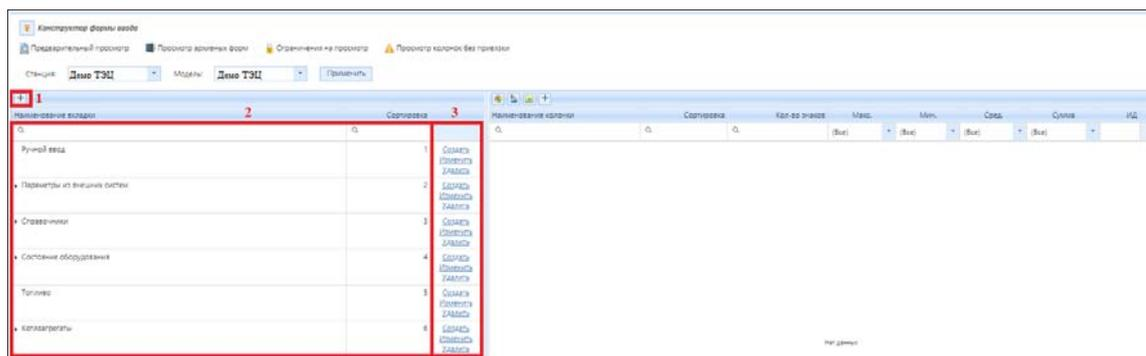

Рисунок 4.6.4 – Создание вкладки в конструкторе Формы ввода
Создание формы ввода представляет из себя работу со списком вкладок в виде древовидной структуры (блок 2) (рис. 4.6.4). Для создания новой вкладки нажмите на кнопку (1) «Создать» (рис. 4.6.4). В появившейся строке в блоке (2) (рис. 4.6.4) введите наименование новой вкладки, а в поле «Сортировка» введите порядковый номер новой вкладки для размещения вкладки в желаемом месте относительно остальных вкладок. Далее нажмите кнопку «Сохранить» (рис. 4.6.4) для того, чтобы сохранить созданную вкладку, или «Отменить» в случае, если сохранение новой вкладки не требуется. Для создания дополнительных вкладок, относящихся к одному разделу в блоке (3) (рис. 4.6.4), нажмите кнопку «Создать» (рис. 4.6.4).